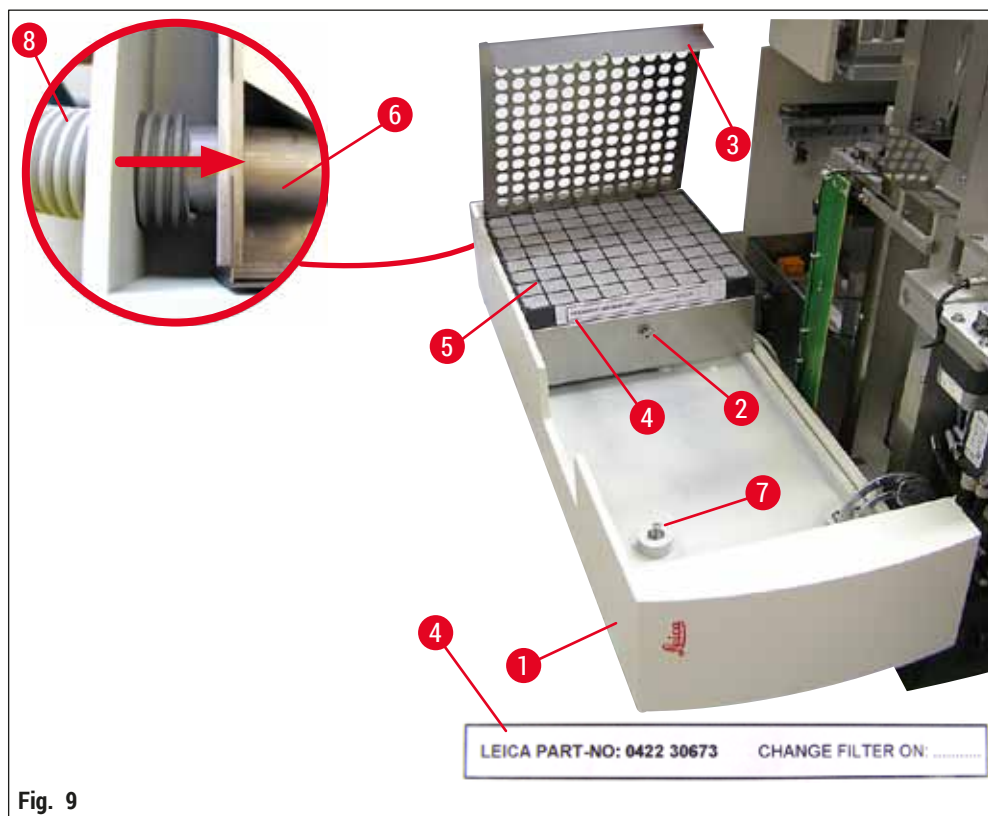

Fig. 9
(→ Fig. 9) dettaglio: Montaggio del tubo flessibile di estrazione dei fumi (→ Fig. 9-8). Coperchio del filtro (→ Fig. 9-3) e filtro (→ Fig. 9-5) sono stati rimossi per mostrare il pezzo di collegamento (→ Fig. 9-6).
2. Aprire lo sportello di manutenzione (→ Fig. 15-1) come descritto a (→ p. 26 – 4.6 Montaggio del gruppo erogatore) (→ Fig. 9).